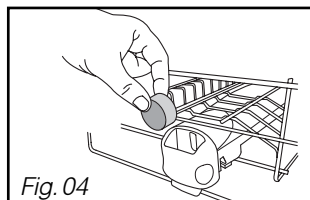
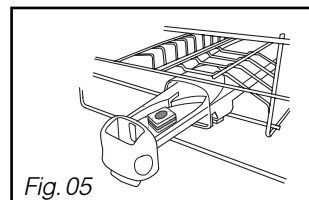

Fig. 04
Fig. 05
non multifonction dans le compartiment extérieur (Fig 04)
ou pour un fonctionnement optimal, tirez le tiroir du distributeur et disposez la pastille. (Fig 05)
• **Disposez la pastille** dans le compartiment extérieur (Fig 04 page précédente), **ou** **pour un résultat optimal, tirez le tiroir du distributeur et disposez la pastille à l'intérieur.** (Fig 05 page précédente).